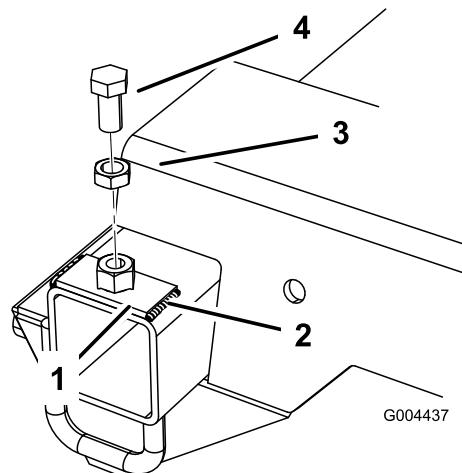

Bild 5
- Schweißen Sie die neue Platte an den Rahmen; an der rechten und linken Seite der Platte sollte eine Kehlnaht von 6,4 mm (1/4") sein (Bild 5). Nehmen Sie die Schraube und Klemmmutter ab, wenn sie abgekühlt sind.